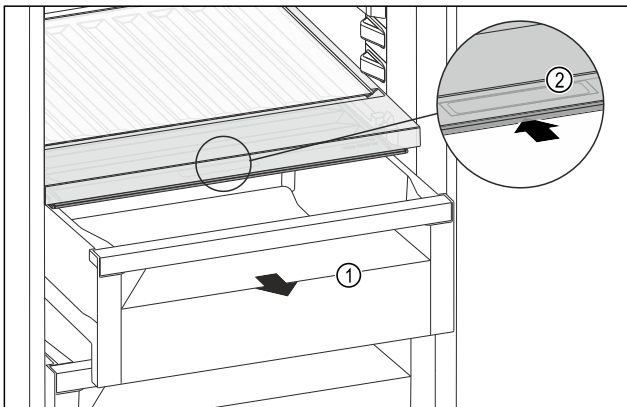

Fig. 114
- ▶ Schubfach Fig. 114 (1) herausziehen.
- ▶ Griffmulde Fig. 114 (2) am Fachdeckel anfassen und Fachdeckel gleichzeitig nach hinten schieben.